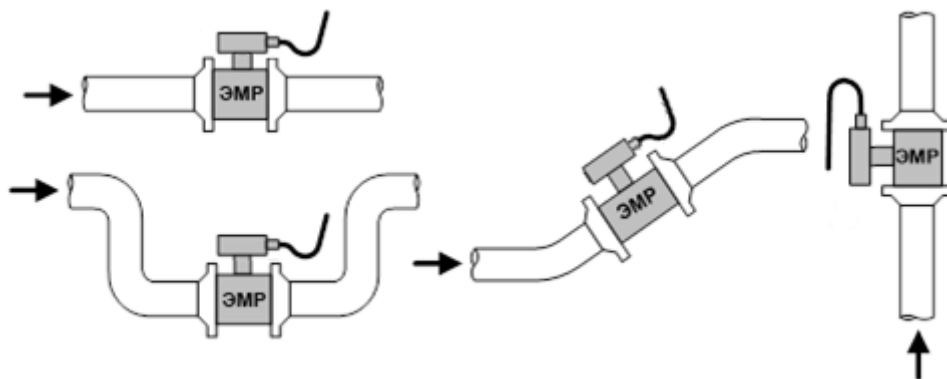
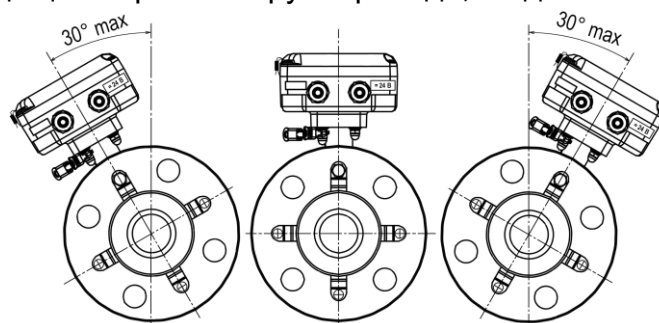

Рис.1. Рекомендуемые места установки ЭМР в трубопроводе.
**Рис.2. Установка ЭМР в трубопроводе с воздушным клапаном.**
- 3.2.1. ЭМР допускается монтировать в горизонтальный, наклонный или вертикальный трубопровод с восходящим потоком (рис.1). При этом должны выполняться следующие требования:
- 3.2.4. В случае невозможности установки расходомера в рекомендуемых местах (рис.1) допускается монтаж изделия в верхней точке трубопровода (рис.2а) или на нисходящем потоке напорных трубопроводов (рис.2б, 2в).